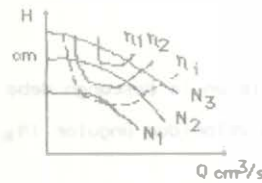

Figura 2. Curvas de isoeficiencia
c. Dibuje las curvas de isoeficiencia sobre el plano "Q-H", como se muestra en la figura 2.